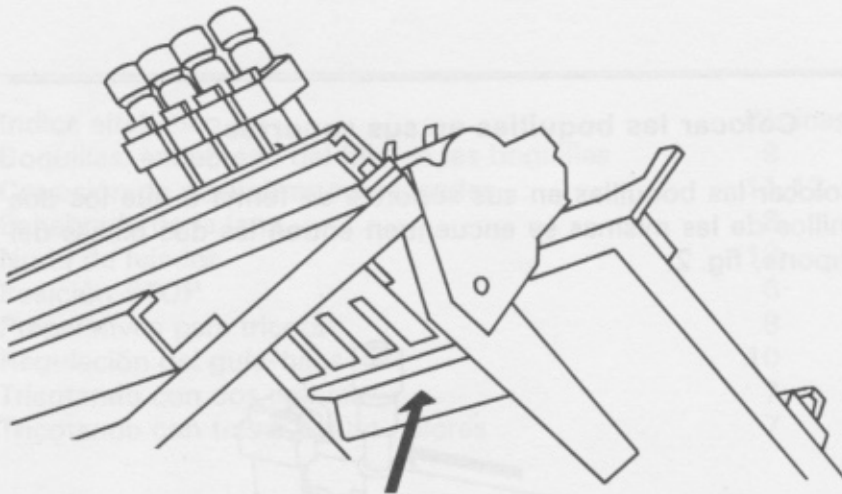

Fig. 3
La placa de anulación (flecha fig. 3) ha sido presionada.
Una vez enhebrado los hilos en cada boquilla, empujar la placa de anulación (fig. 3) e inclinar las 4 boquillas hacia adelante.
- Empujar la placa de anulación (fig. 3)
En el caso de que suceda un error de manipulación, empujar la placa de «anulación» (fig. 3) y a mano inclinar las 2 boquillas hacia adelante a posición de espera.